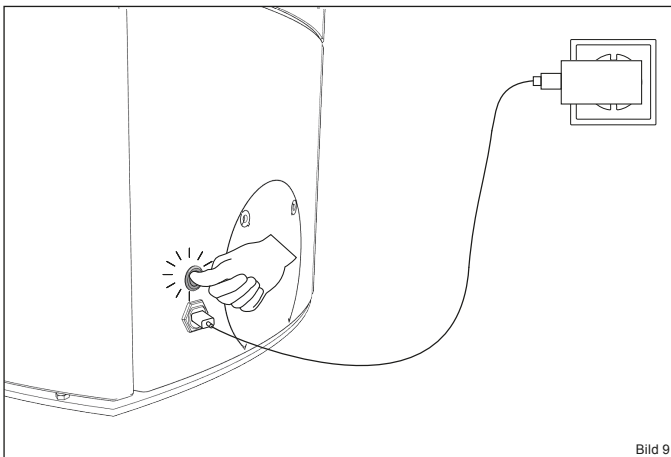

Bild 9
- ▶ Drücken Sie den Ein/Aus-Schalter (Bild 9).